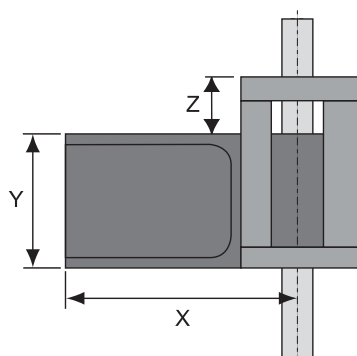

Fig. 3-13 Dimensioni del blocco di isolamento
a) Vedere Fig. 3-13, Fig. 3-51